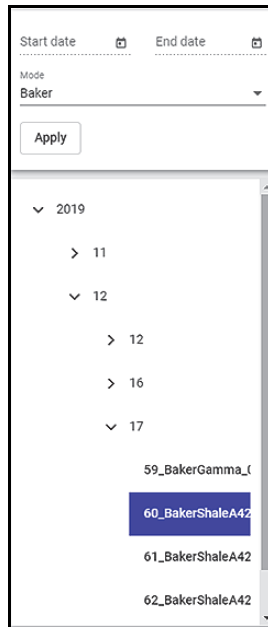

Рис. 5-7 Выбранный в списке результат
5. В появившемся списке, выберите дату и результат, который хотите отобразить (см. Рис. 5-7 на стр. 78).